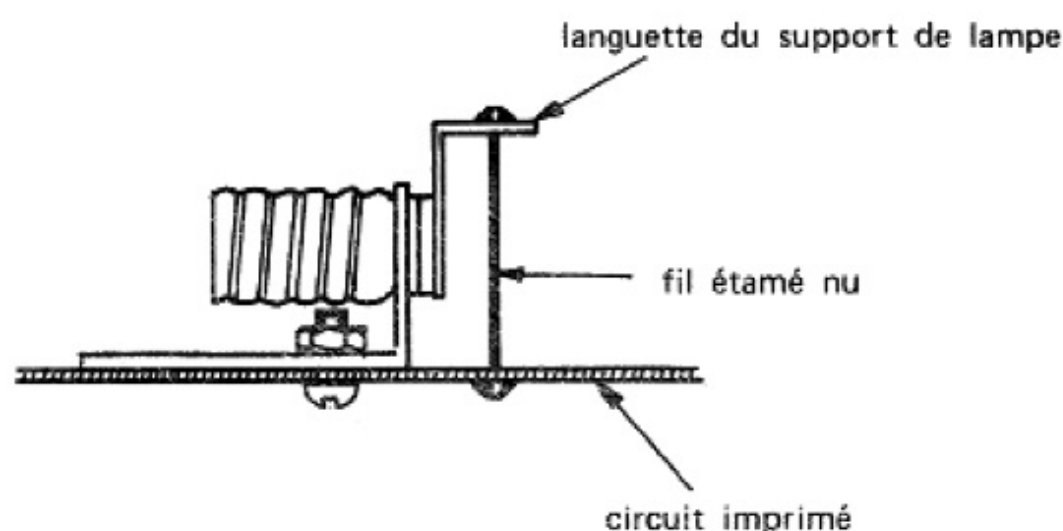

Figure 15
**RELIEZ**, à l'aide d'un morceau de fil étamé nu, la languette du support de la lampe L3 au trou 53 du circuit imprimé ; la figure 15 illustre cette opération. **SOUDEZ** sur les deux points.